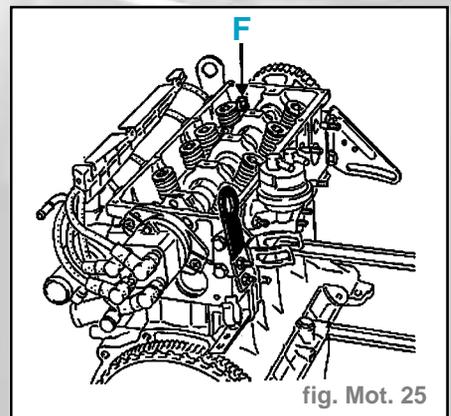

fig. Mot. 25
- Dégraffer le faisceau électrique en (14)
- les vis de culasse sauf la vis (F) que l'on débloquera seulement, puis faire pivoter la culasse autour de la vis (fig. Mot. 25)